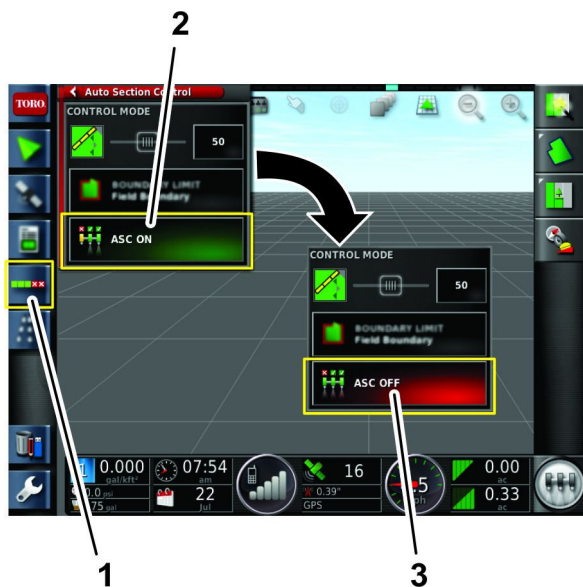

图 176
1. 打开 ASC 自动喷洒段控制器图标 图 176。
2. 按 ASC 图标至关闭 图 176。